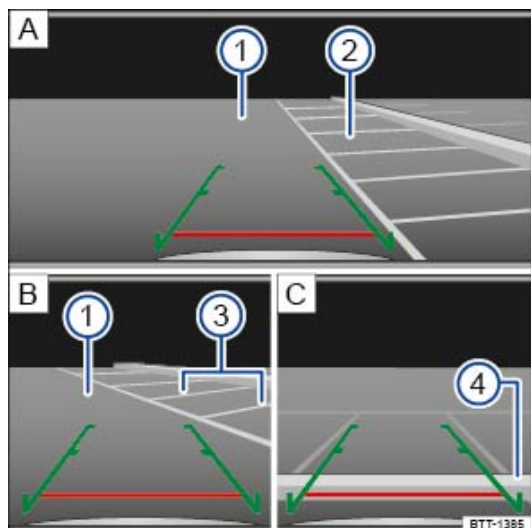

Fig. 129 Affichage à l'écran du système d'infodivertissement : manœuvre de stationnement avec la caméra de recul
Légende de la ⇒ Fig. 129 :
- Positionnez le véhicule devant la place de stationnement ⇒ Fig. 129 .